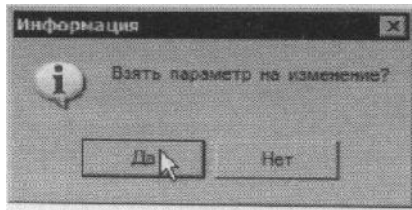

Рисунок 127
21. Щелкните левой кнопкой мыши по значению параметра перехода. В появившемся окне (рис. 127) нажмите кнопку **Да**. Нажмите кнопку **Редактирование размера** и установите в открывшемся окне размер $\varnothing 61 (-0,3)$.